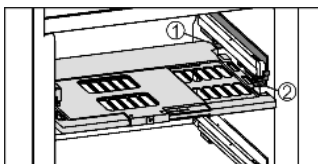

Fig. 15
- ▷ Vložení police s regulací vlhkosti: Výstupky víka police zespod zaveďte do zadních držáků Fig. 15 (1) a vpředu zaklesněte do držáku Fig. 15 (2).